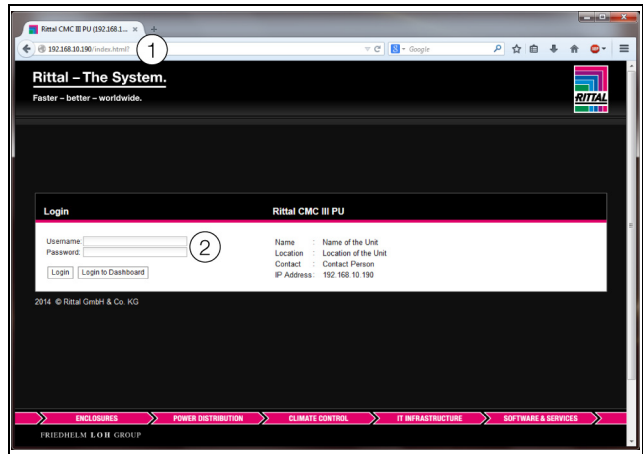

Imagen 12: Ventana de registro en una conexión HTTP
- Introduzca en el navegador la dirección **http://192.168.0.190** (imagen 12, pos. 1). Se mostrará la ventana de registro.
- Regístrese como usuario **administrador** con la clave **admin** (imagen 12, pos. 2).